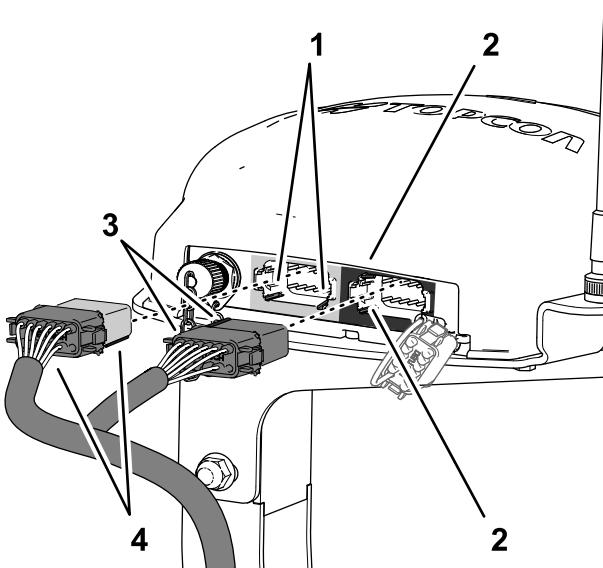

Bild 197
3. Fluchten Sie die zwei Schlüssel an der langen Seite des grauen und schwarzen 12-Buchsen-Steckers des Datenkabelbaums mit den zwei Schlüsselschlitten in der unteren, horizontalen Wand des linken (grauen) 12-Stift-Steckers des Navigationsempfängers aus (Bild 197).
4. Stecken Sie den grauen und schwarzen 12-Buchsen-Stecker des Datenkabelbaums in den linken (grauen) 12-Stift-Stecker des Navigationsempfängers, bis die Stecker fest einrasten (Bild 197).
5. Fluchten Sie die zwei Ausrichtungsschlüssel an der kurzen Seite des schwarzen 12-Buchsen-Steckers des Datenkabelbaums mit den zwei Schlüsselschlitten in der linken vertikalen Wand des rechten (grauen) 12-Stift-Steckers des Navigationsempfängers aus (Bild 197).
6. Stecken Sie nur den schwarzen 12-Buchsen-Stecker des Datenkabelbaums in den linken (schwarzen) 12-Stift-Stecker des Navigationsempfängers, bis die Stecker fest einrasten (Bild 197).